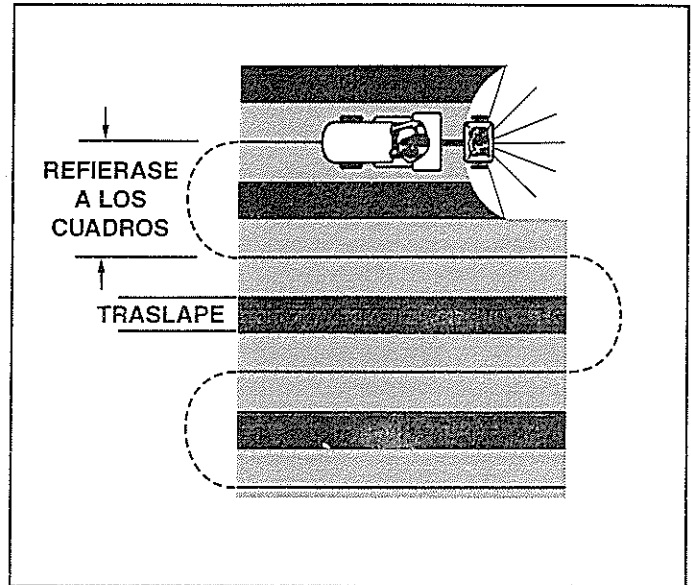

FIGURA 13
10. Para garantizar un cubrimiento uniforme, realice cada pasada superponiendo ligeramente el patrón de lanzado de la pasada anterior, según se muestra en la figura 13. Los anchos aproximados de lanzado para los diferentes materiales, se muestran en el cuadro de aplicación en esta página.